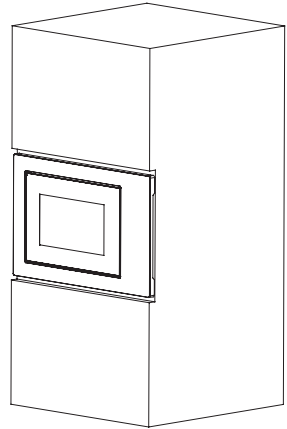

Fig.2
b) Empènnyer el microones fins al final. (Fig.2)